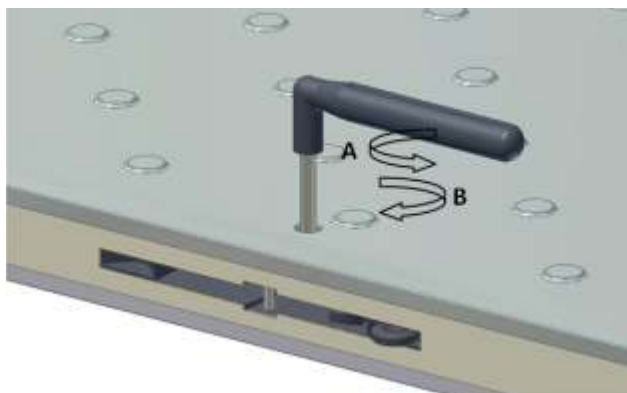

Fig. 2
- Rodar a chave no sentido anti horário até parar (Fig. 2 – Sentido A);
- Rodar a chave no sentido horário até apertar (Fig. 2 – Sentido B).